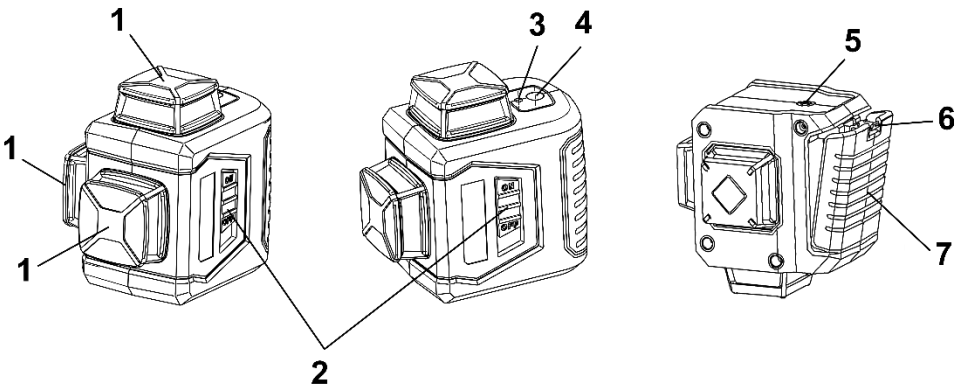

Рисунок 1
5.2 Виріб, очищений від пилу та бруду, має зберігатися в упаковці підприємства-виробника в сухих провітрюваних приміщеннях при температурі навколишнього середовища від -5 °С до +40 °С, з відносною вологістю повітря не більше 80% і відсутністю прямого впливу атмосферних опадів. При зберіганні та транспортуванні кнопка 2 (рисунок 1) повинна бути зсунута вниз. Упаковка повинна зберігатися до закінчення гарантійного терміну експлуатації виробу.